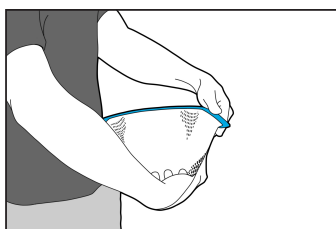

Рис. 1
2. Чтобы растянуть U-образную или S-образную маску, одной рукой удерживайте ее напротив своего бедра, а другой рукой вытяните маску примерно на 15 см (6 дюймов) (рис. 1).